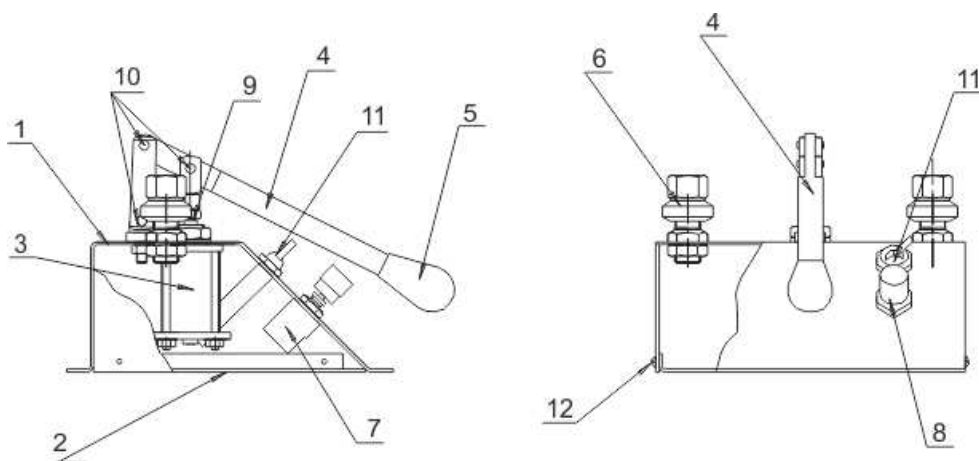

Рис. 1. Пневматическое устройство для сравнительной калибровки:
Внешний вид устройства показан на рис. 1.
При ежедневном техническом обслуживании производят внешний осмотр, очищают от загрязнений и пыли сухой чистой ветошью. Проверяют наличие смазки на поверхности штока 9 (рис. 1) и в шарнирных соединениях 10. При её отсутствии или недостаточном количестве произвести смазывание соединений 10 консистентной смазкой ЛИТОЛ – 24 ГОСТ 21150-87, а поверхность штока 9 консистентной силиконовой смазкой (не аэрозоль) При текущем техническом обслуживании необходимо произвести разборку, осмотр и смазывание деталей самого насоса, для чего:
- открутите винты 12 (рис. 1) и снимите нижнюю крышку 2;